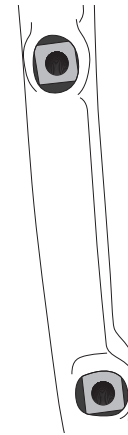
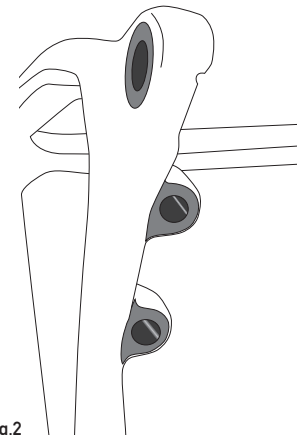

Fig.1
Fig.2
**NOTA DE ATENÇÃO PARA MECÂNICOS ESPECIALIZADOS:** Para evitar que as pinças sejam montadas em posição errada em relação aos discos ou tombem após o uso, remova todos os vestígios de tinta ou rugosidade das superfícies em que as pinças serão instaladas no quadro, ou seja, garfo dianteiro (Fig.1) e próximo aos orifícios na manga inferior esquerda. Elimine também quaisquer vestígios de tinta ou rugosidade nas superfícies inferiores dos orifícios da manga (Fig.2), onde irão assentar as cabeças dos parafusos de bloqueio da pinça traseira.